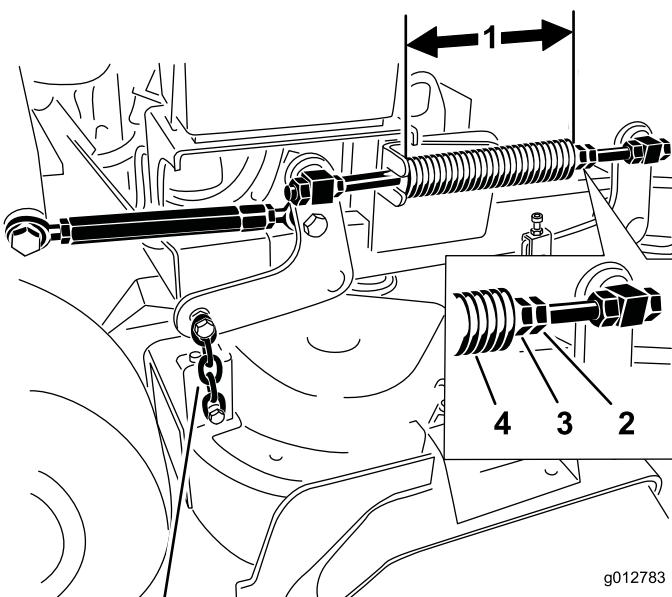

図 89
2. 圧縮スプリングの長さを調べる。この長さ（名目長さ）は 36 インチ・デッキの場合には 28.2 cm 、40 インチ・デッキの場合にはこの長さが 25.7 cm である（図 89）。
3. スプリングのジャム・ナットをゆるめ、各スプリングの前についているナットでこの距離を調整する（図 89）。
4. スプリングのジャムナットを締めて調整ナットを固定する（図 89）。